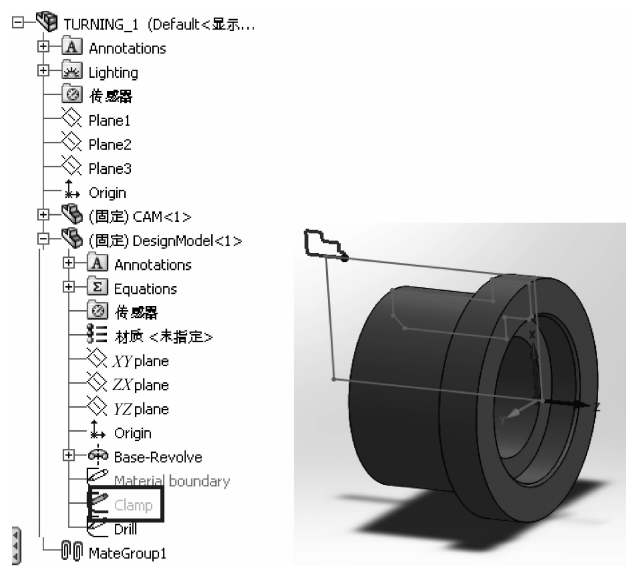

图 3-21 夹具草图的显示
(2) 在 SolidWorks 原始设计特征树中,通过下列方式来选取:
- ① 在特征设计树中找到 DesignModel,单击  图标展开特征树。
- ② 在 Clamp 上面单击右键,在菜单中选择【显示】命令,这时草图将被显示出来,单击轮廓,如图 3-21 所示。